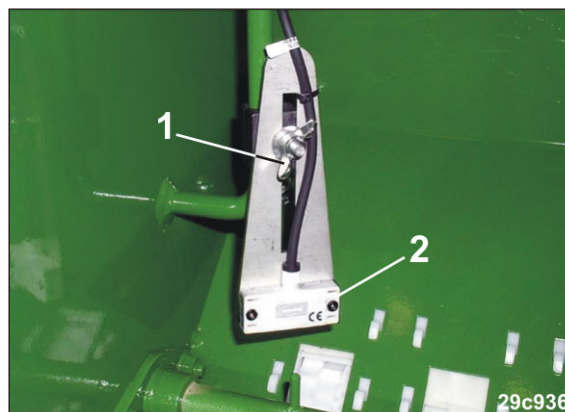

Fig. 71
1. Slăbiți piulița-fluture (Fig. 71/1).
2. Reglați înălțimea senzorului de nivel (Fig. 71/2) în conformitate cu cantitatea reziduală de semințe dorită.
3. Strângeți piulița-fluture (Fig. 71/1).